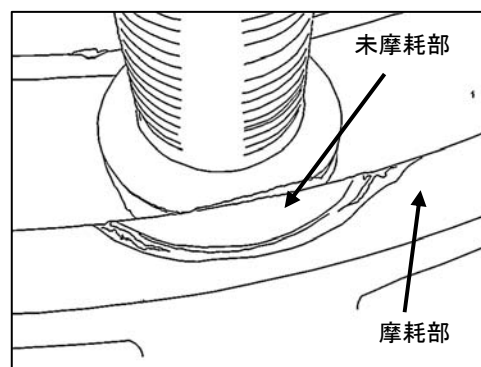

図2 A部詳細
- 1) アクスルのスピンドル部は、図2に示す箇所の亀裂、損傷がないかを点検する。